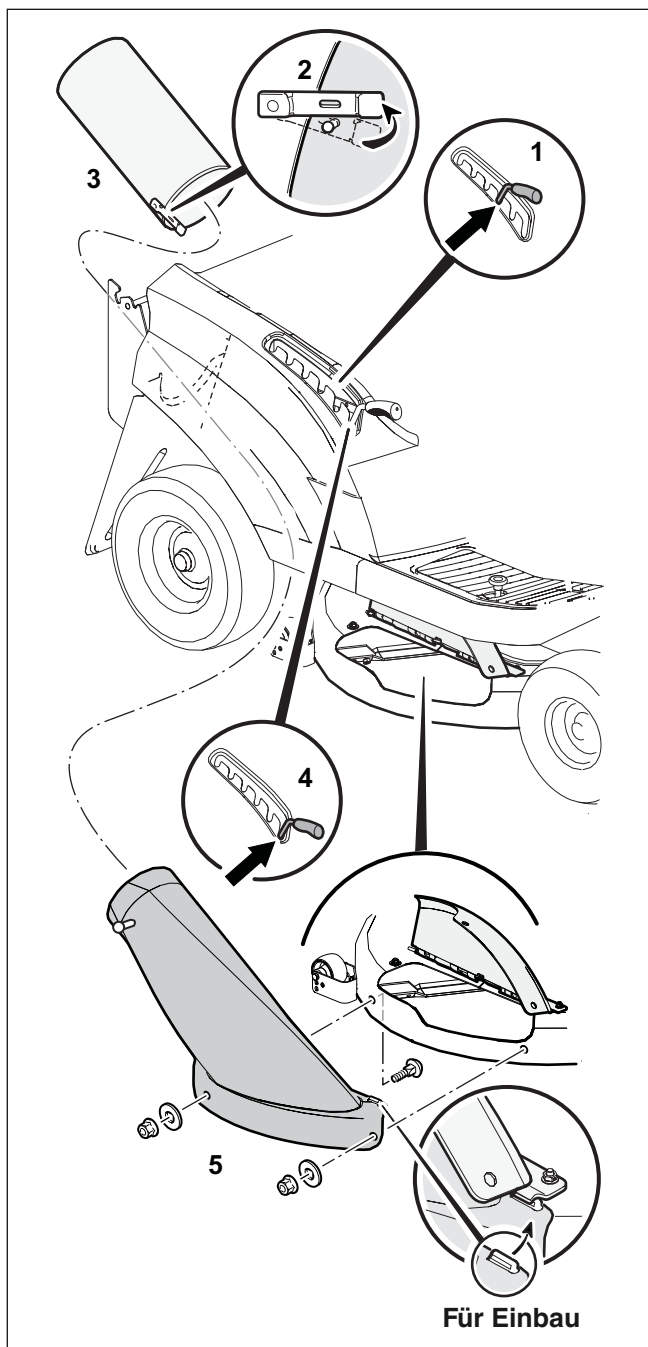

Abbildung 10
1. Die in **Abbildung 10** gezeigten Schritte zum Entfernen des Heckauswurfs und der Auswurfverlängerung befolgen.